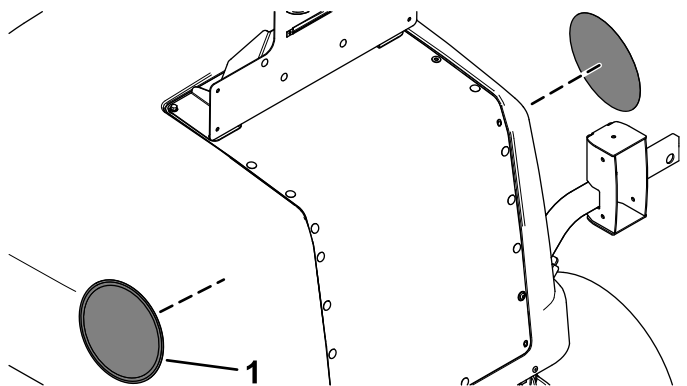

Figura 27
15. Applicate l'adesivo del limite di velocità su entrambi i lati del cofano (Figura 27).